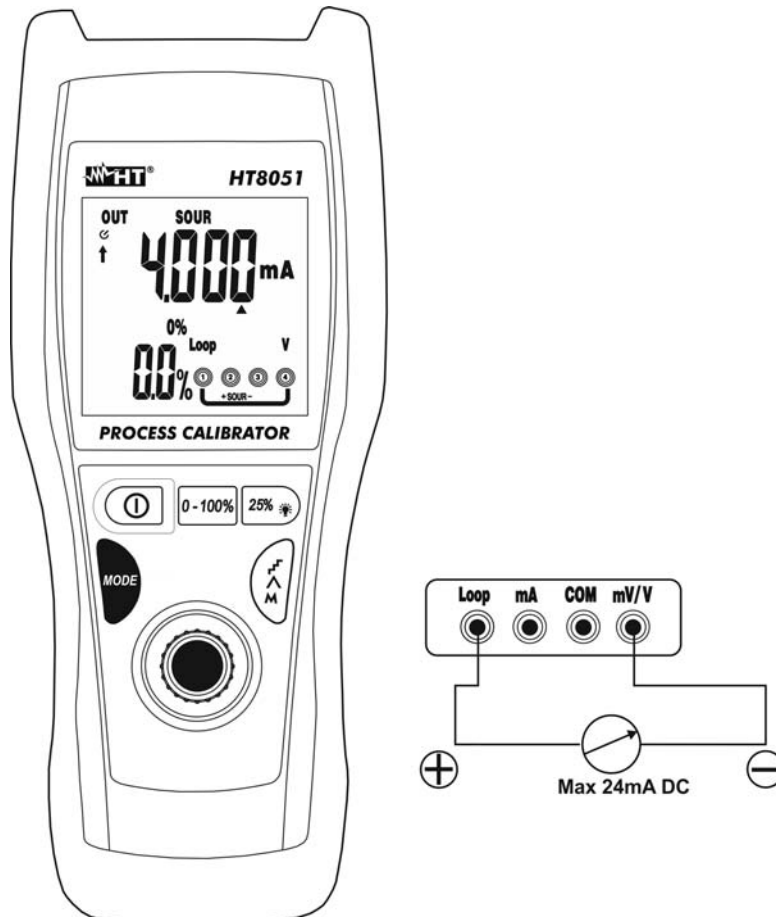

Abb. 6: Erzeugung von Gleichstrom
5. Stellen Sie die grün Messleitung und die schwarze Messleitung in die Punkte mit positivem und negativem Potenzial des externen Gerätes, das versorgt werden muss (siehe Abb. 6)
6. Zur Erzeugung des negativen Stromwerts drehen Sie die Messleitungen in die umgekehrte Richtung in Bezug auf die Verbindung in Abb. 6